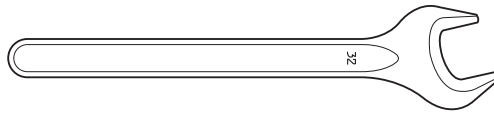

Fig. 7
- The supplied open-end spanner (Fig. 7).
5. Attach the drill bit using the open-end spanner (Fig. 7). Before the drill is started, carefully check that the new bit is firmly attached.
- Den mitgelieferten festen Schlüssel (Abb. 7).
5. Den Bohrer mit Hilfe des festen Schlüssels befestigen (Abb. 7). Vor dem Start des Geräts sorgfältig prüfen, ob der neue Bohrer ganz fest sitzt.
- La clé à ouverture fixe fournie (fig. 7).
5. Monter le trépan à l'aide de la clé à ouverture fixe (fig. 7). Avant de démarrer la machine, s'assurer que le nouveau trépan est solidement fixé.